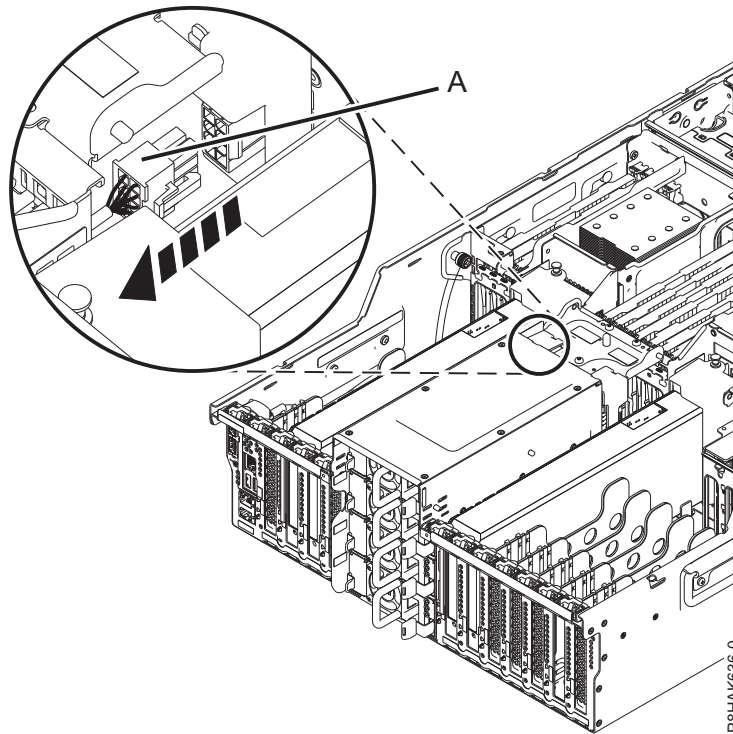

Abbildung 34. Netzkabel für den PCIe-Adapter (GPU) vom System vom Typ 8247-42L abziehen
3. Wenn Sie den PCIe-gen3-x16-GPU-Adapter (FC EC47 oder EC4B) ausbauen, ziehen Sie das zusätzliche Stromversorgungskabel **(A)** von den zugehörigen Anschlüssen an der Systemrückwandplatine ab, siehe Abb. 34 auf Seite 41.